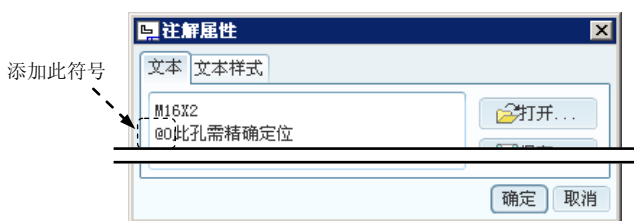

图 5.9.56 添加符号
(1) 双击 **Step1** 中所创建的注解, 系统弹出 “注解属性” 对话框。
(2) 在该对话框的 **文本** 选项卡中作如下修改: 在第二行注解的文本前添加符号 “@O”, 如图 5.9.56 所示。